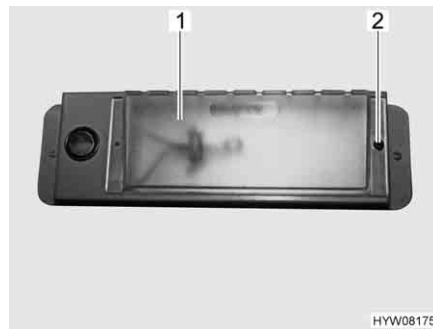

Fig. 104 Lampada del garage
- Svitare la vite di fissaggio (Fig. 104,2).
- Spostare e rimuovere la copertura (Fig. 104,1).